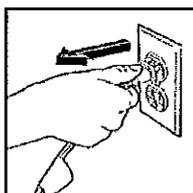

Fig. 5
- Assurez-vous que le laveur d'air soit ÉTEINT et débranché (fig. 5).